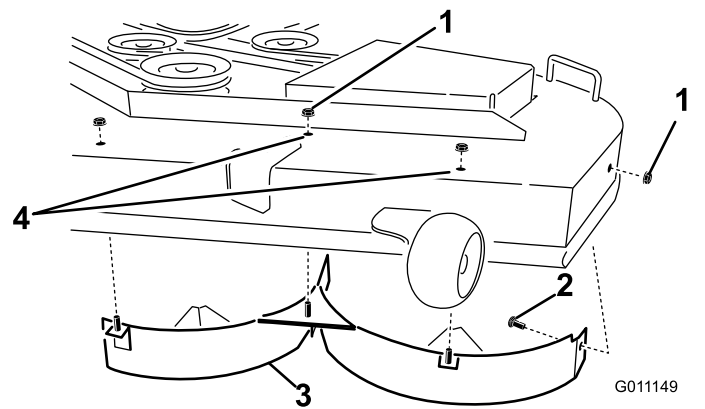

Figura 34
4. Rimuovete i 3 dadi di bloccaggio (5/16 poll.) fissati sui perni saldati del deflettore sinistro in posizione centrale, a sinistra del centro ed estrema sinistra, sulla parte superiore del piatto di taglio (Figura 34).
5. Rimuovete il bullone a testa tonda e il dado di bloccaggio che fissano il deflettore sinistro al lato del piatto di taglio (Figura 34).
6. Staccate il deflettore di sinistra dal piatto di taglio (Figura 34).
7. Individuate i 2 bulloni tra le parti sciolte e utilizzate i dadi di bloccaggio esistenti e montate questi elementi di fissaggio nei fori illustrati nella Figura 34, sul piatto di taglio, per prevenire il rischio di detriti volanti.